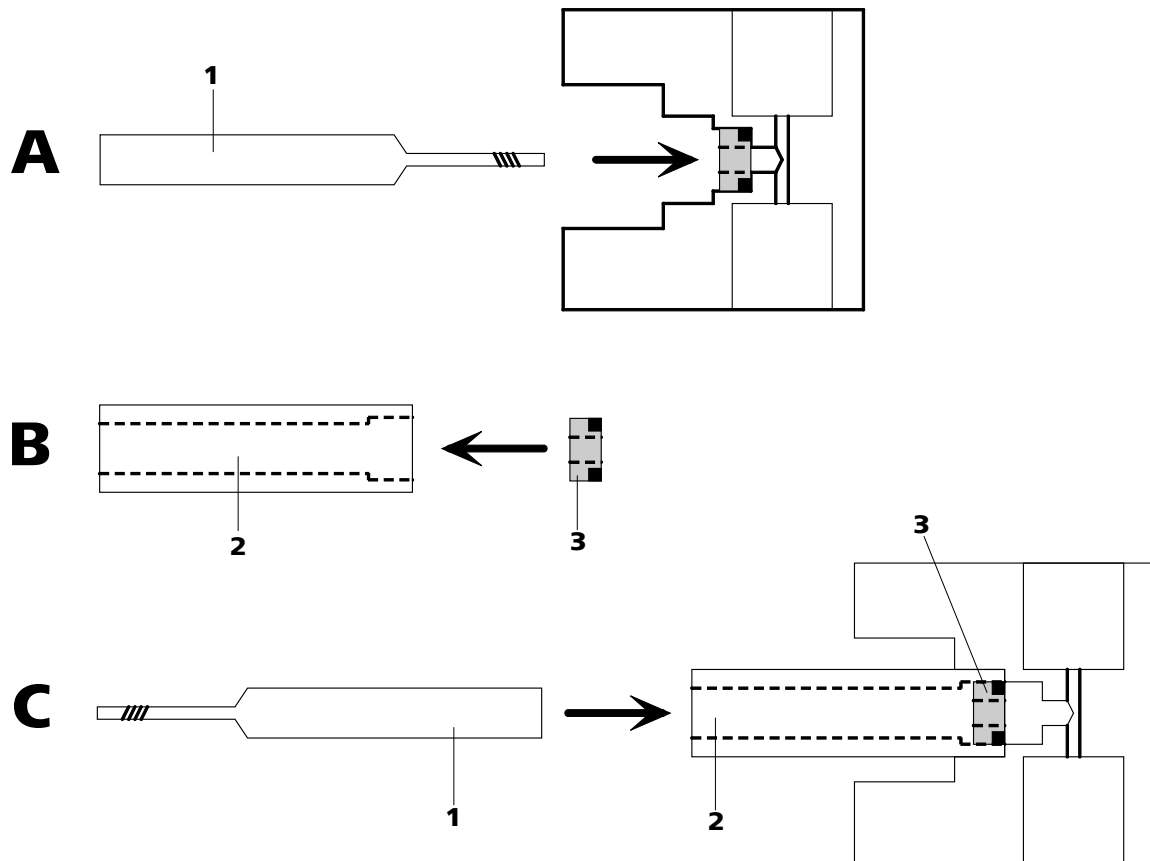

Figura 31 Trocar o selo de pistão
- Parafusar a ferramenta especial (31-1) com o lado mais estreito no selo de pistão e retirar o selo após este procedimento (ver figura 31, página 67).
- Inserir o novo selo manualmente na cavidade da ferramenta especial (31-2) (ver figura 31, página 67). A mola do selo deve encontrar-se na parte exterior.
- Inserir a ferramenta especial (31-2) junto com o selo de pistão na cabeça da bomba (18-4) e pressionar o selo com o auxílio da ferramenta especial (31-1) na cavidade da cabeça (ver figura 31, página 67).